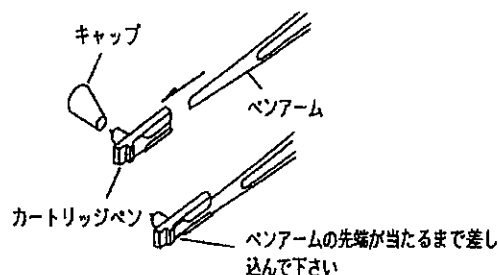

図7-1 カートリッジペンの交換
7. カートリッジペンの交換(図7-1)
- ① カートリッジペンを外すときは、ペンアームをしっかり持ち、もう一方の手でペンを図7-1の矢印の方向へ抜きます。
- ② 新しいカートリッジペンを装着するときは、ペンアームを手でしっかり持ち先端の取付部分が変形しないように注意してペンアームの先端がぶつかるまで差し込みます。挿入後抜け落ちてしまうようなときは、ペンアームの先端を軽く湾曲させてから挿入して下さい。